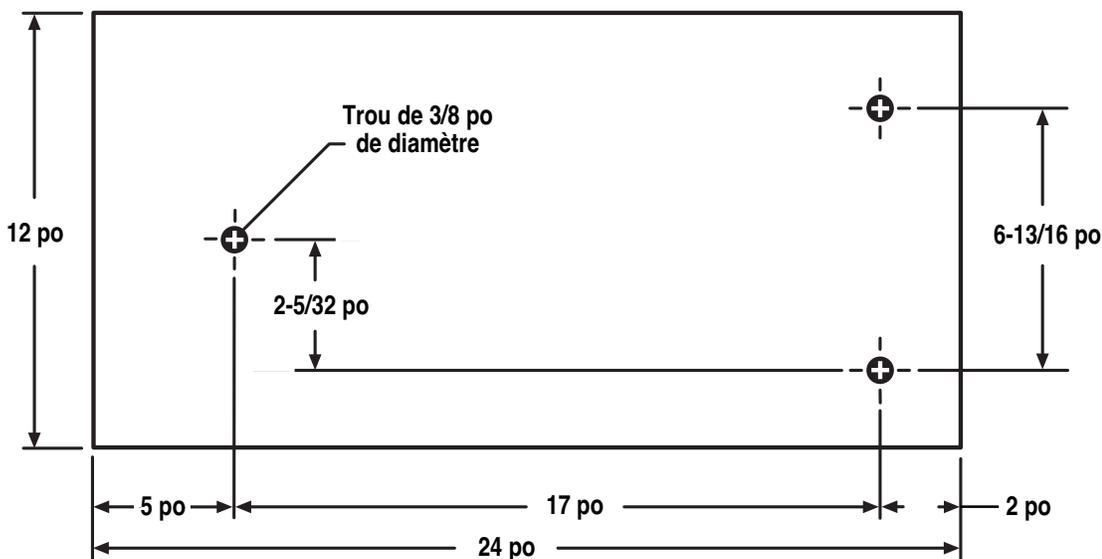

Fig. 5
Voir figure 5.
- Montez la scie sur la plaque en utilisant les trous du bâti comme gabarit ou le diagramme de la figure 5. Positionnez et marquez les trous à l'endroit où la scie à chantourner doit être montée.